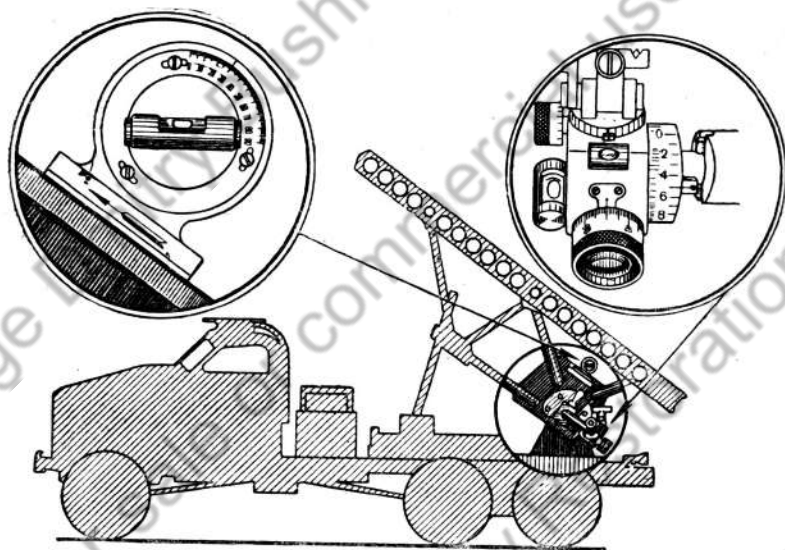

Рис. 43. Проверка основных установок прицела
2. Установить выверенный квадрант на  $30^\circ$  и поставить его на контрольную площадку боевой машины (рис. 43). Вращая рукоятку подъёмного механизма боевой машины, вывести пузырёк уровня квадранта на середину.
прицеливания должны оказаться против 5-00 (рис. 43) (допускается отклонение в большую или меньшую сторону до двух тысячных).